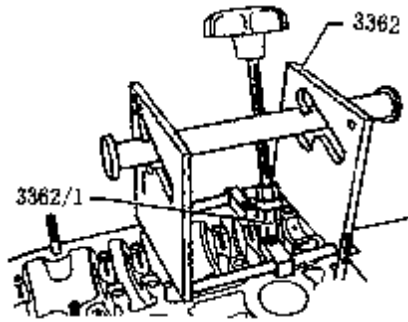
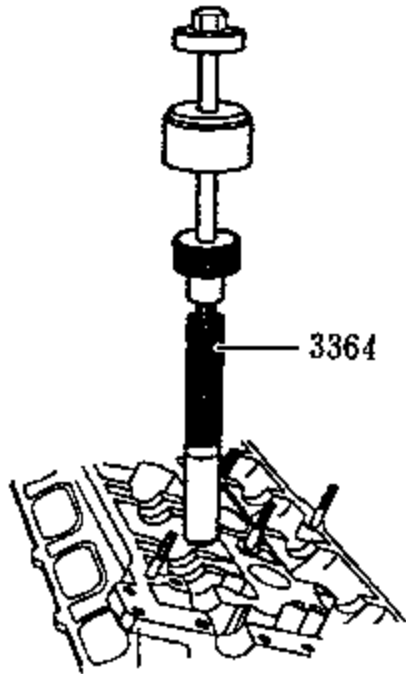

图 4-105 拆卸弹簧
图 4-106 拉出气门杆油封
(4) 如图 4-105 所示，用坚固螺栓将弹簧压缩工具装到缸盖上。将相关气门调至正确位置。将压力软管连接到压气机上（空气压力至少 $6 \times 10^2 \text{kPa}$ ）。
(5) 用螺纹芯棒及止推件向下压气门弹簧、拆下弹簧。可轻敲气门弹簧座拆下气门锁块。
(6) 如图 4-106 所示，用工具 3364 拉出气门杆油封。